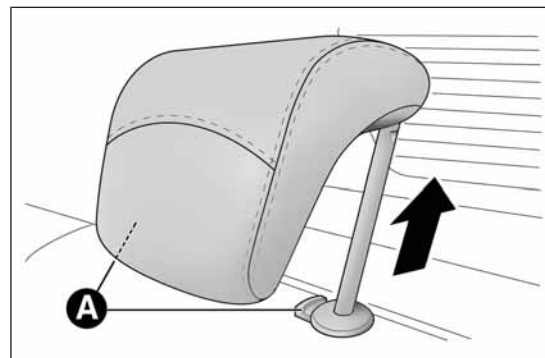

fig. 26
- ☐ pulsar los botones A fig. 26; a continuación, retirar los reposacabezas extrayéndolos hacia arriba.